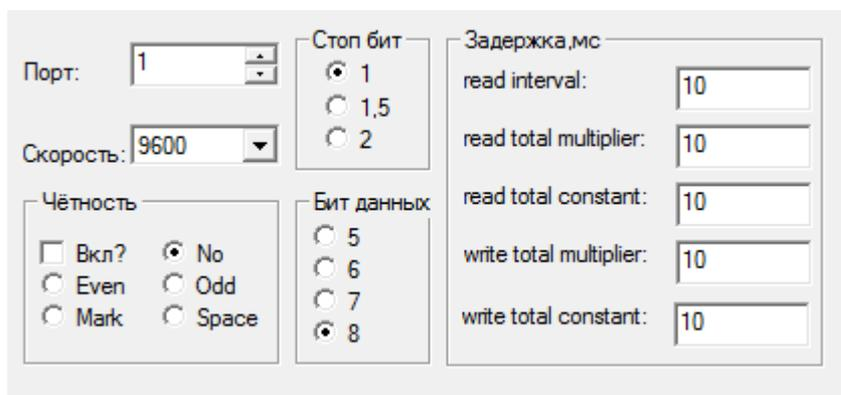

Рисунок 14 — Окно Свойства "Последовательный порт"
2. В окне частных свойств элемента **Последовательный порт** (рисунок 14):